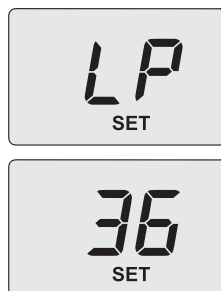

Figura 9.12
- Selezionare il parametro **1**, premere il tasto 13 (Figura 9.9) per confermare. Sul display appare **LP** alternato alla temperatura minima sanitaria (Figura 9.12).